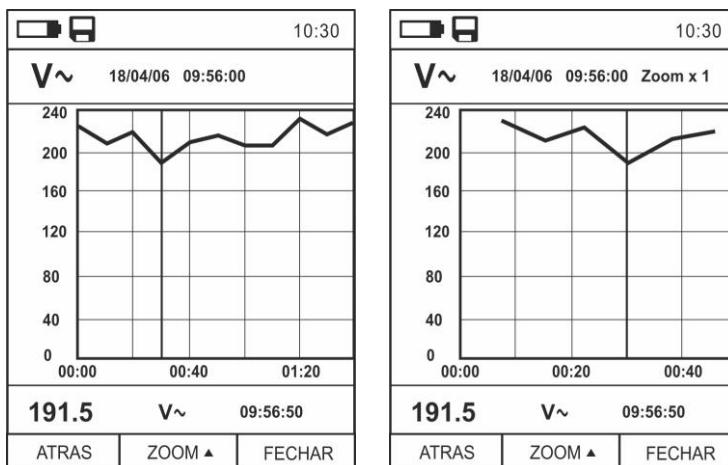

Fig. 35: Função data logger – Visualização do gráfico da gravação
17. Premir o botão **MODE (TENDEN)** para visualizar no display o gráfico da gravação e a respetiva evolução (Trend). No display é apresentado o ecrã da Fig. 35 – parte esquerda.
19. Premir o botão **▲ (ZOOM)** para ativar (se disponível) o Zoom dos valores no gráfico (ver Fig. 35 – parte direita) com o objetivo de aumentar a resolução. A indicação “Zoom xY” onde Y = dimensão máx. do zoom aparece na parte superior do display. É possível um zoom X1 para pelo menos 10 pontos de medida, X2 para pelo menos 20 pontos de medida, X3 para pelo menos 40 pontos de medida e assim por diante para um máximo de 6 operações de zoom